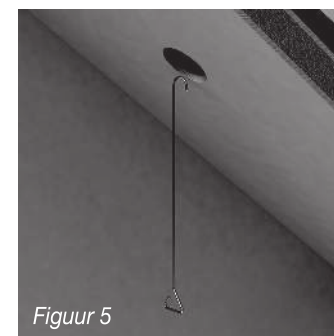

Figuur 3
3. De oude doorvoer naar buiten drukken met behulp van knikarm, de doorvoer kantelen door zwarte knop onderaan naar rechts te draaien, zie figuur 3 en 4.